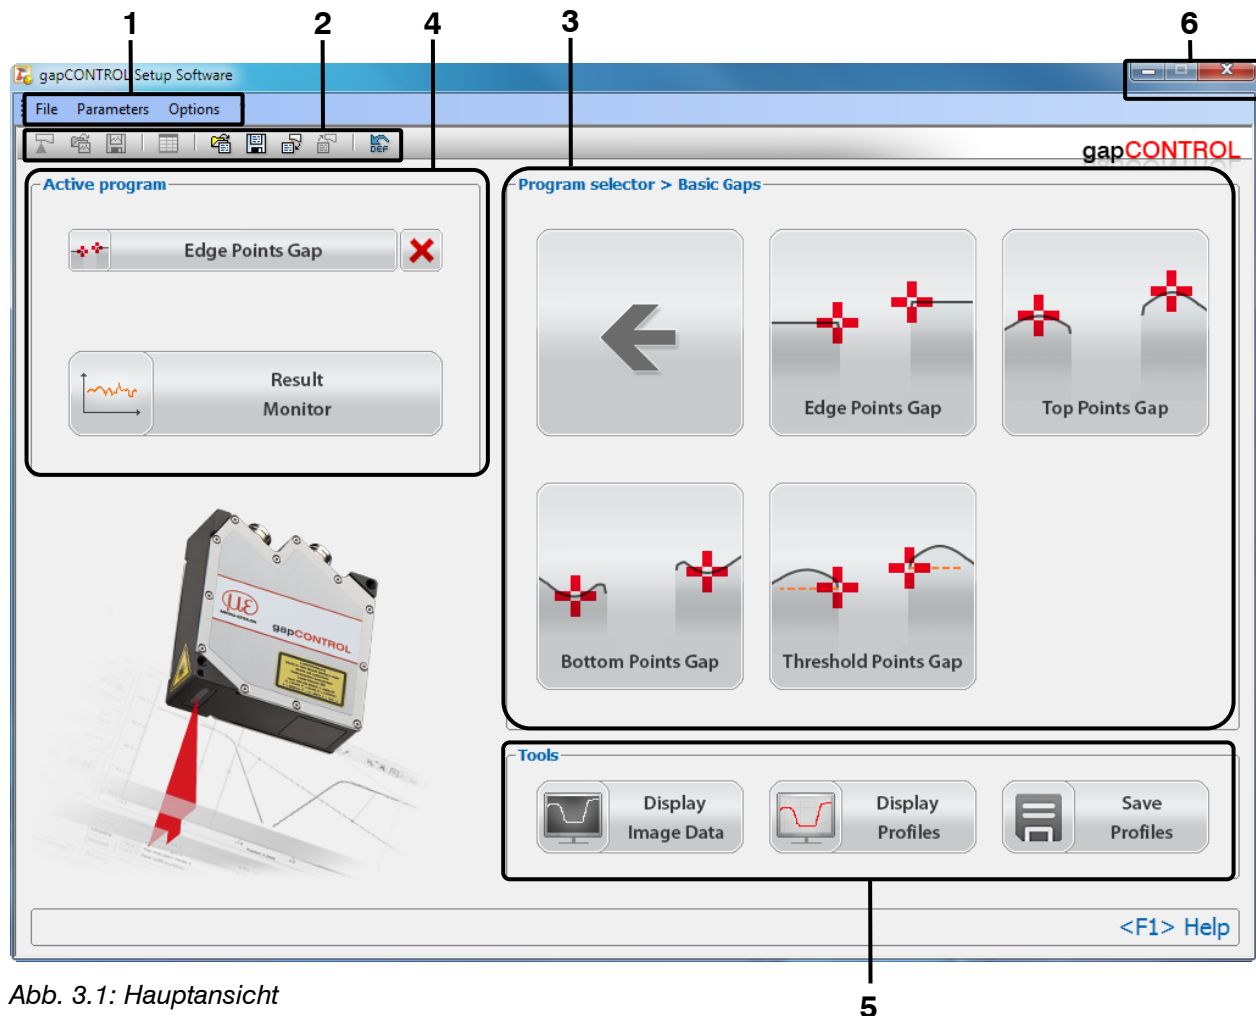

Abb. 3.1: Hauptansicht
- Wählen Sie im Eingabefeld "Program selector" (siehe Abb. 3.1) das Messprogramm, das Sie für Ihre Messaufgabe verwenden wollen. Das gewählte Programm erscheint im Eingabefeld "Active program".